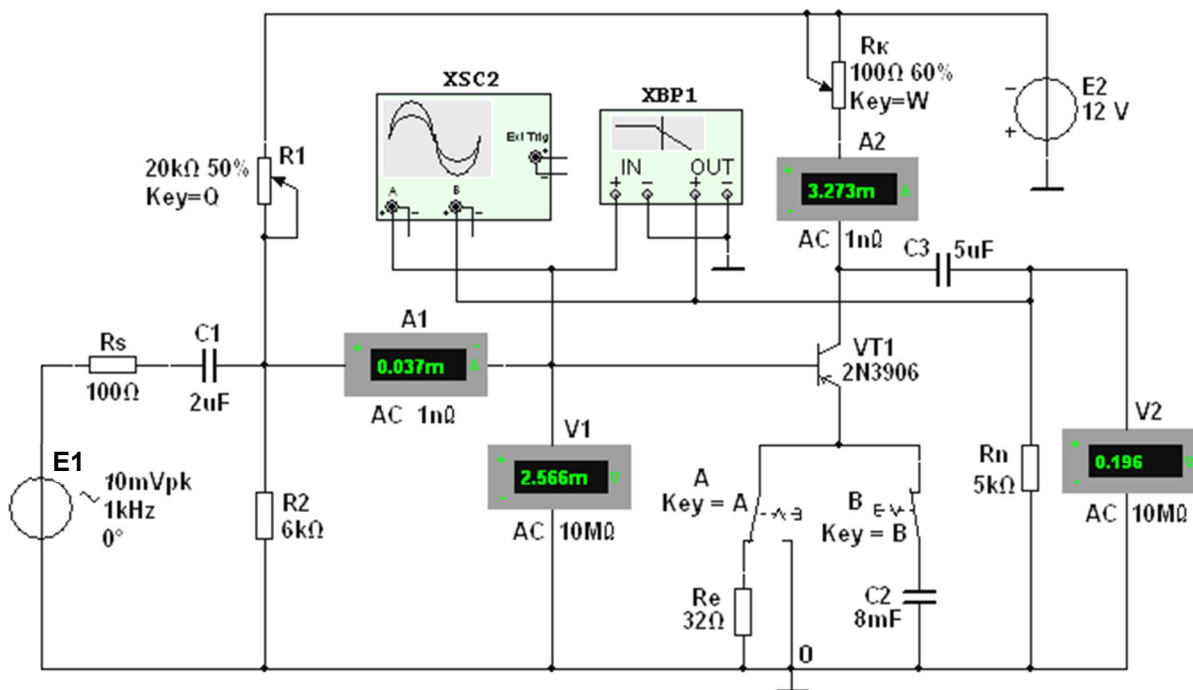
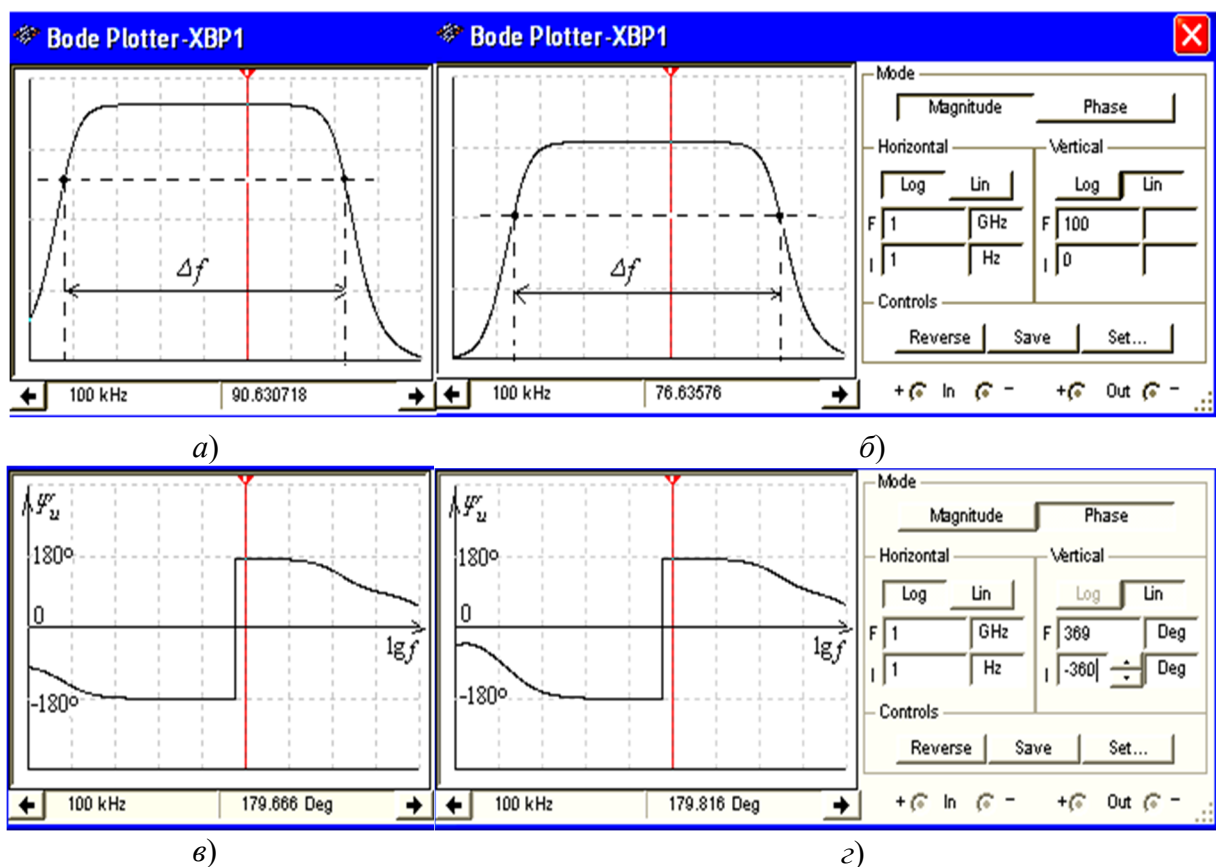

Рис. 24.8
Рис. 24.10
**Задание 1а** (для студентов, записи фамилий которых в учебном журнале группы имеют нечётный номер). **Запустить** лабораторный комплекс Labworks и среду MS10 (щёлкнув мышью на команде **Эксперимент** меню комплекса Labworks). **Открыть** файл **24.8.ms10**, размещённый в папке **Circuit Design Suite 10.0** среды MS10, или **собрать** на рабочем поле среды MS10 схему для испытания *усилительного каскада на биполярном транзисторе с ОЭ* (рис. 24.8), **ознакомиться** с методикой расчёта параметров элементов схемы и **установить** их в диалоговых окнах компонентов.
В качестве примера, на рис. 24.10 приведены АЧХ  $K_u(\lg f)$  и ФЧХ  $\Psi_u(\lg f)$  усилителя без ООС (*a* и *в*) и с ООС (*б* и *г*) при заданных на рис. 24.8 параметрах элементов схемы. Анализ АЧХ показывает, что коэффициент  $K_u = 90,6$  для усилителя без ООС при частоте  $f = 100$  кГц больше  $K_u = 76$  усилителя с ООС, а верхняя частота  $f_v$  полосы пропускания усилителя с ООС больше частоты  $f_v$  усилителя без ООС. Полосы пропускания  $\Delta f$  определены по координатам точек пересечения горизонтальных пунктирных линий (см. рис. 24.10, *a* и *б*), проведенных на уровнях  $90,6/\sqrt{2} \approx 64$  и  $76,64/\sqrt{2} \approx 54,2$  соответственно.
Скачки на графиках ФЧХ соответствуют точкам перехода от опережения выходным сигналом по фазе входного сигнала к его отставанию по фазе от входного сигнала. Границы моделирования АЧХ (**Magnitude**) и ФЧХ (**Phase**) усилителя по частоте (нижней (**I**)  $f_n = 1$  Гц и верхней (**F**)  $f_e = 1$  ГГц), по коэффициенту усиления  $K_u = 0 \dots 100$ , по углу сдвига фаз от  $-360^\circ$  до  $+360^\circ$ ) и тип шкал (линейная (**Lin**) или логарифмическая (**Log**)) задаются в окне плоттера (см. рис. 24.10, справа).